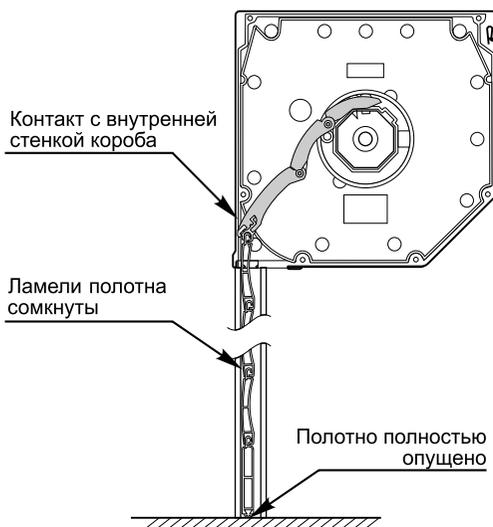

Рисунок 4. Условия правильной эксплуатации ригеля.
- Ригель выполняет функцию блокирующего устройства тогда, когда выполнены следующие условия (Рис.4):